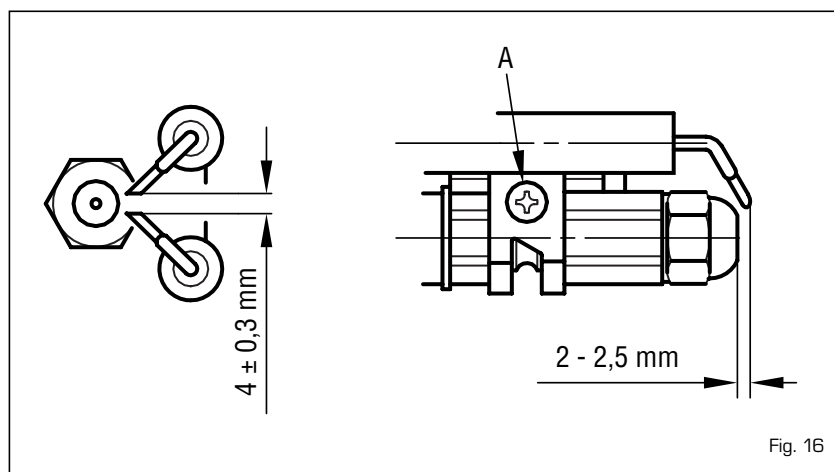

Fig. 16
Per effettuare la pulizia della testa di combustione procedere come segue (fig. 16):
- Allentare la vite di fissaggio (A fig. 16) del supporto elettrodi e sfilarlo.